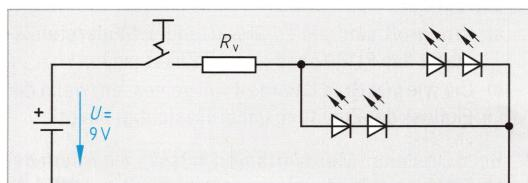

Bild 3: Taschenlampe mit Leuchtdioden
- Eine Taschenlampe (**Bild 3**) ist mit 4 LED ausgestattet. Im Arbeitspunkt einer LED gilt $U_F = 3,5 \text{ V}$ und $I_F = 20 \text{ mA}$.